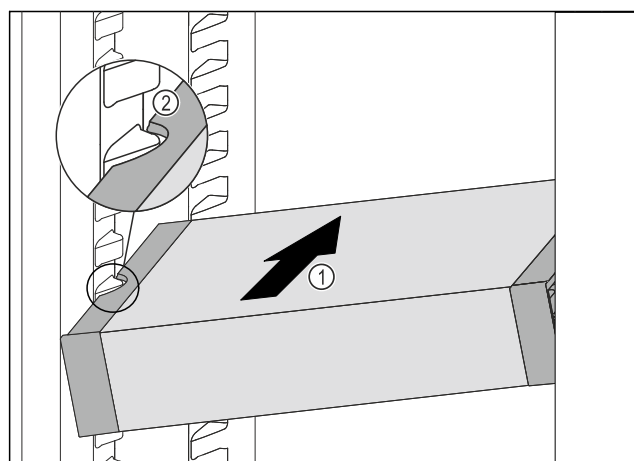

Fig. 104
- VarioSafe schräg in das Kühlteil einschieben Fig. 104 (1), bis sich die seitlichen Aussparungen Fig. 104 (2) des VarioSafes auf Höhe der Behälterrippe im Kühlteil befinden.